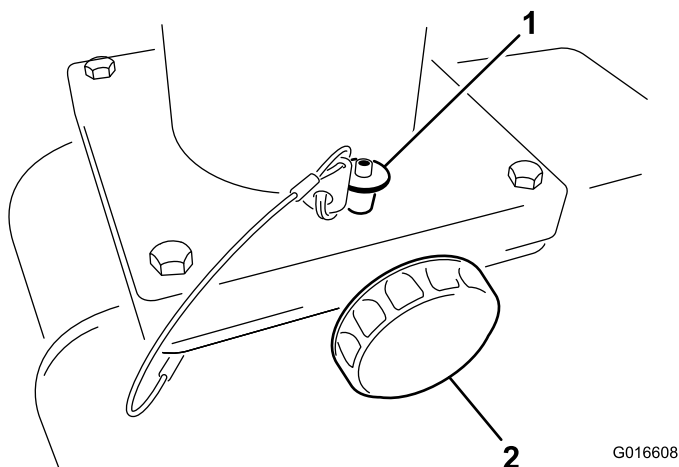

Figura 10
1. Para girarlo, afloje el pomo de apriete, luego presione hacia adentro el botón del pomo del pasador de bloqueo y retire el pasador de bloqueo de la chapa del conducto (Figura 10).